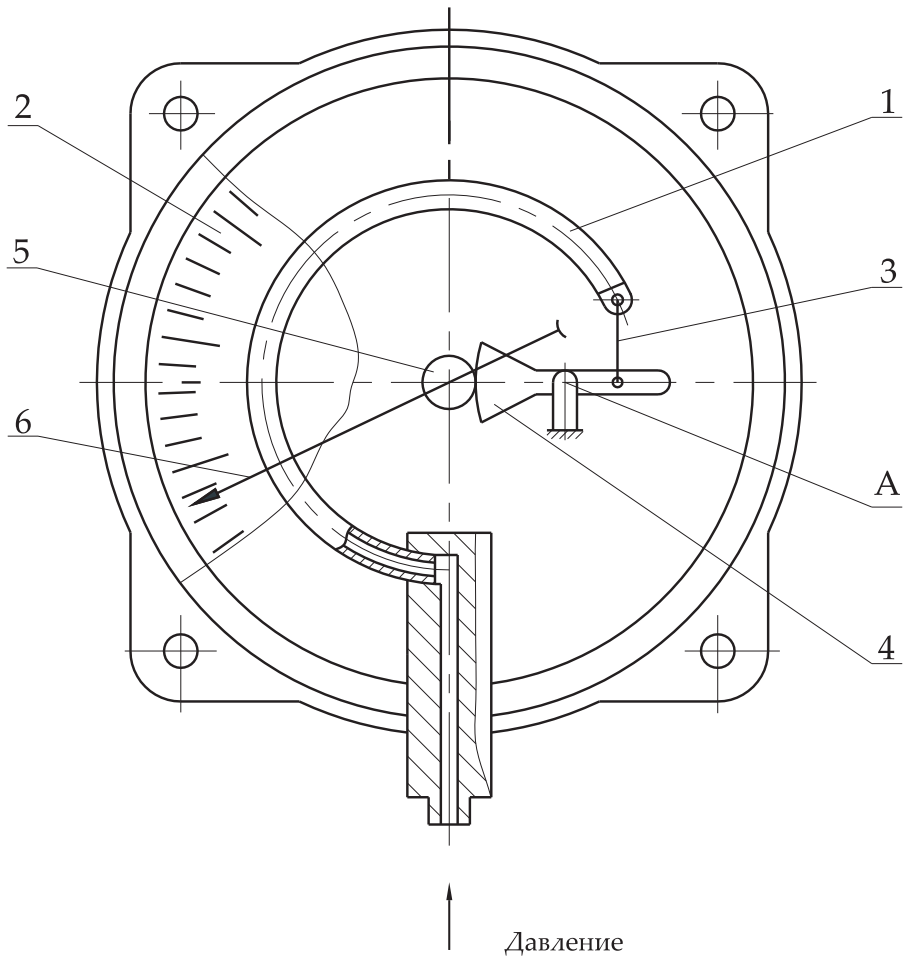

Рисунок 1
3.1 Принцип действия прибора основан на уравнивании измеряемого давления (разрежения) силами упругой деформации манометрической пружины 1 (рисунок 1).